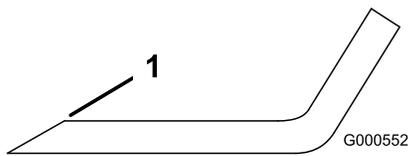
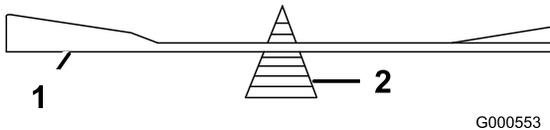

Figure 39
Figure 40
1. Au moyen d'une lime, aiguissez les tranchants aux deux extrémités de la lame (Figure 39) Veillez à conserver l'angle de coupe d'origine. Limez la même quantité de métal sur chacun des deux tranchants pour ne pas déséquilibrer la lame.
2. Vérifiez l'équilibre de la lame en la plaçant sur un équilibreur (Figure 40). Si la lame reste horizontale, elle est équilibrée et peut être utilisée. Si la lame est déséquilibrée, limez un peu l'extrémité de la partie incurvée seulement (Figure 39). Répétez la procédure jusqu'à ce que la lame soit équilibrée.